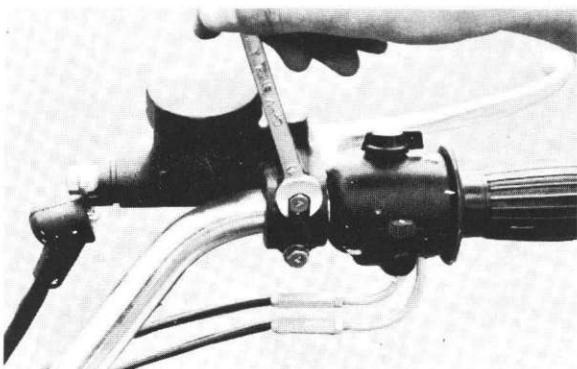

Fig. 5-3-22
- 5) Drain the brake fluid from the reservoir tank. (Fig. 5-3-22)
- 5) Vidanger le réservoir de liquide de frein. (Fig. 5-3-22)
- 5) Bremsflüssigkeit aus dem Ausgleichsbehälter fliessen lassen. (Abb. 5-3-22)